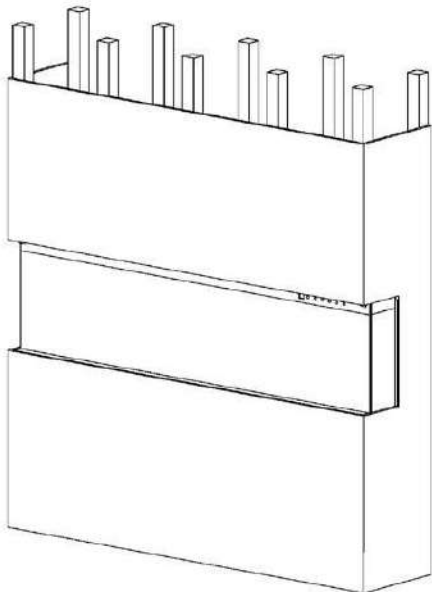

Fig.3-4
7. Bedek het glaspaneel met een beschermende plastic zak en installeer multiplex of gipsplaat. Fig.3-4